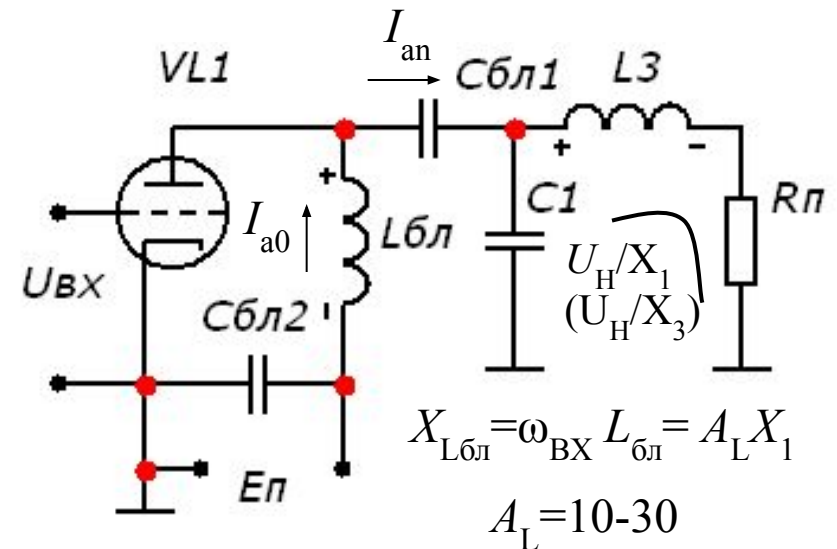

Рис.4. Схема параллельного питания анодной цепи
При схемах ЦС, в которых элементом связи с АЭ является емкость, необходимо использовать схемы параллельного питания (рис.4).
1. Найти ВЧ напряжение, приложенное к дросселю ( $U_H$  в схеме на рис.4), и определить ток через  $L_{\text{бл}}$